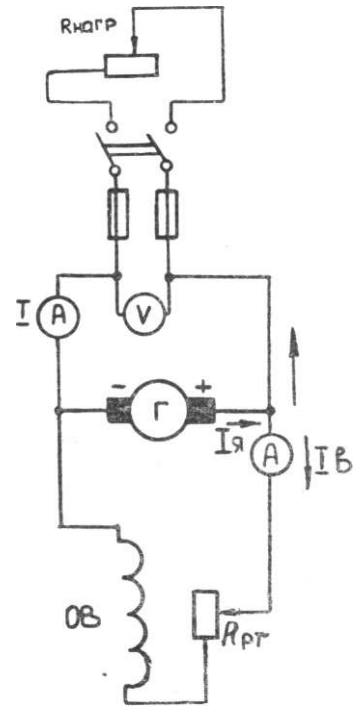

Рисунок 1. Схема підключення Генератора постійного струму с паралельним збудженням
3. Зібрати електричний ланцюг, рисунок 1.